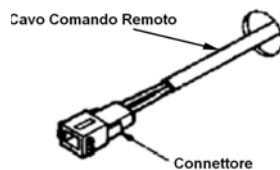

Fig. 2
3. Inserite il cavo del comando remoto in dotazione nel foro assicurandovi che il terminale con il connettore sia il più vicino possibile al comando remoto (Fig.2)
5. Procedere con la sostituzione del collettore di alimentazione del gas tramite i seguenti passaggi (Fig.2):
- scollegare i connettori dell'elettrodo (E) e del sensore di fiamma (F);
- rimuovere le viti di fissaggio del collettore gas (Y);
6. Collegare il micro manometro digitale alla presa di prelievo pressione (P) del collettore gas.
- Controllare la pressione del gas sulla presa prelievo (Fig.2 pag. precedente).